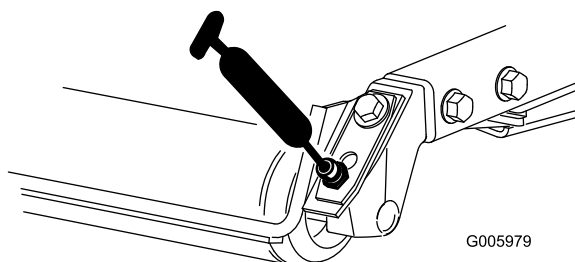

Figura 24
- Cuscinetti a rulli posteriori (2 per apparato di taglio) (Figura 24)